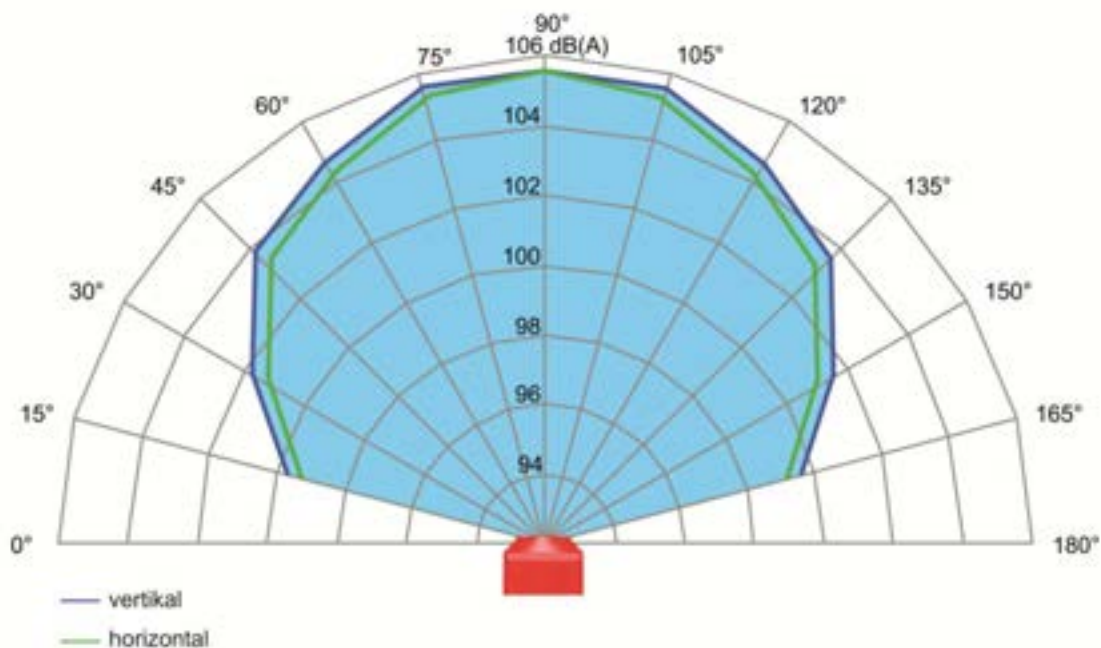

Abbildung 2: Richtdiagramm/Polardiagramm eines typischen akustischen Signalgebers in horizontaler u. vertikaler Ebene
- Je nach Abstrahlwinkel zur Schallquelle erzielt der Schallgeber unterschiedliche Schallpegel. Dabei ist in der Regel in 90° Richtung, also frontal zum Gerät, der Schallpegel am höchsten. Dieser Pegel nimmt zu den Seiten (0° / 180°) deutlich ab (s. Abb. 2: Richtdiagramm/Polardiagramm)